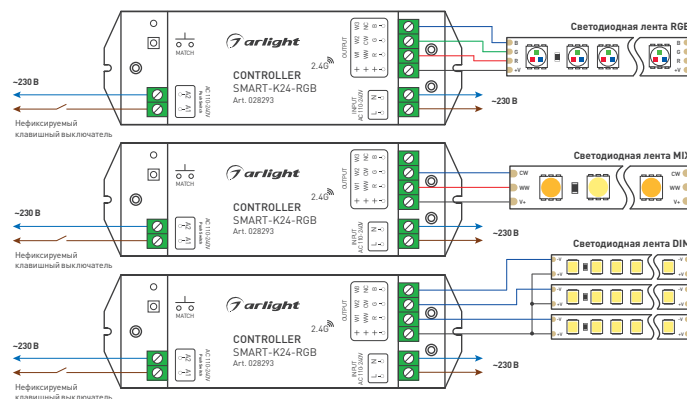

Рис. 1. Варианты подключения контроллера SMART-K24-RGB
- 3.2. Подключите контроллер согласно одной из схем, как показано на рис. 1.